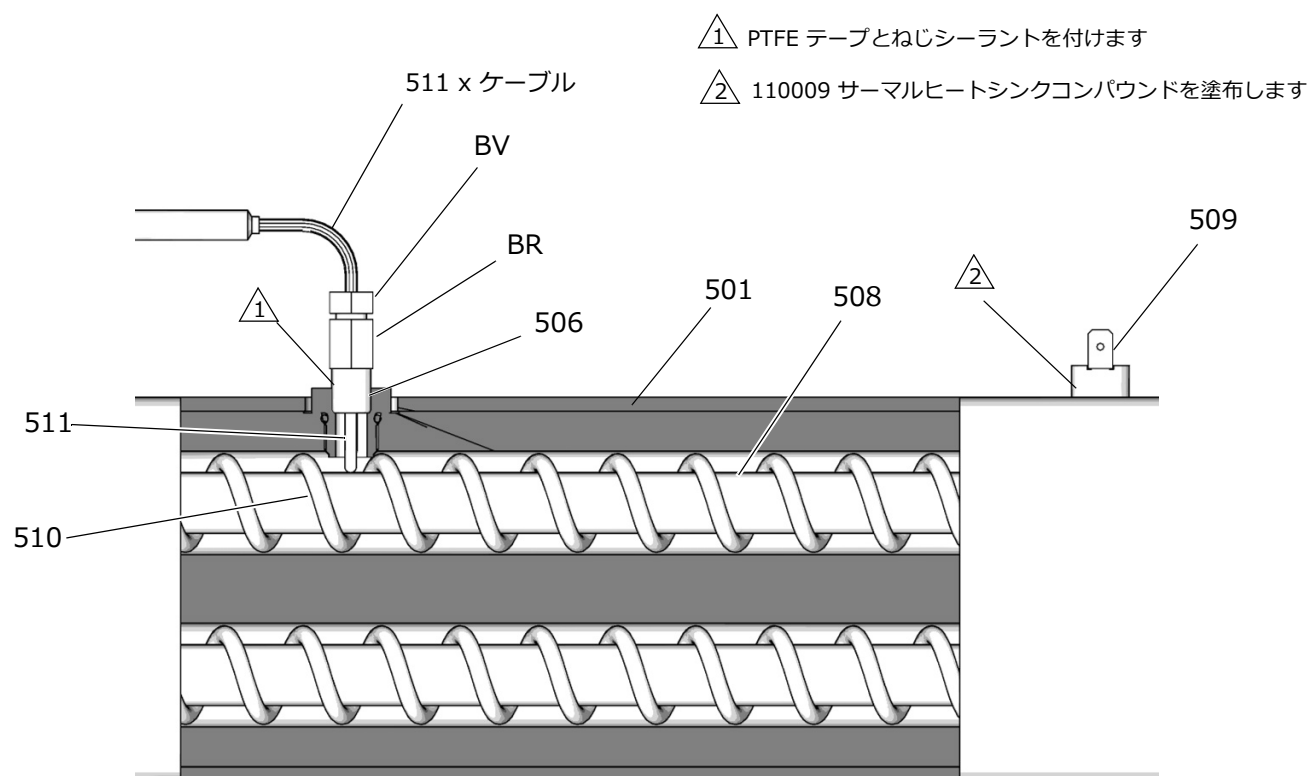

図 69: 熱電対
- 熱電対ケーブルを電気エンクロージャー (C) から取り出します。ワイヤは同じように配線する必要があることに注意してください。
- 図 69、68 ページを参照してください。フェールナット (BV) を緩めます。熱電対 (511) をヒーターハウジング (501) から取り外し、次に熱電対ハウジング (BR) を取り外します。ミキサー (510) を取り外す必要がない限り、電熱対アダプタ (506) は外さないでください。アダプタを外すが必要な場合には、外すとき、ミキサー (510) が途中まで出ていることを確認してください。
- 熱電対を交換します。図 69 を参照してください。
- 熱電対 (511) チップから保護テープを外します。
- PTFE テープとネジシーラントを雄ネジに適用し、熱電対ハウジング (BR) をアダプタ (506) に締め付けます。
- チップがヒーターエレメント (508) に接触するように、熱電対 (511) を押し込みます。
- 熱電対 (511) とヒーターエレメントの位置を保ったまま、フェールナット (BV) を締め付けた後、さらに 1/4 回転締めます。
- 熱電対の配線を電気エンクロージャー (C) に差し込み、前と同様に束にして通します。基板に配線を再接続します。
- ヒーター A および B を同時にオンにし、テストします。温度上昇は同じ速度になっている必要があります。一方のヒーター温度が低い場合は、フェールナット (BV) をゆるめ、熱電対 (511) の先端がエレメント (508) に接触するように熱電対ハウジング (BR) を締めます。